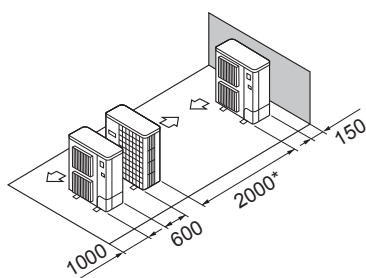

Fig. 2-13
- ⑤ Расположение приборов в один горизонтальный ряд (Fig. 2-13)